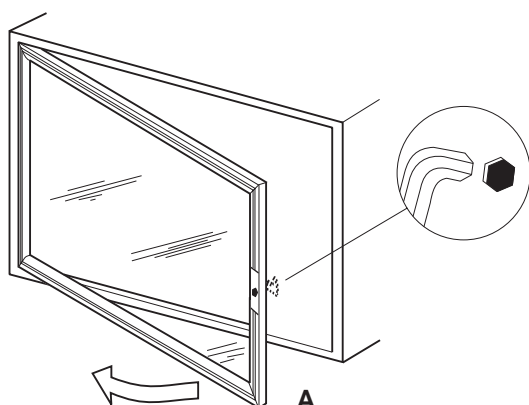

Fig. 7.2
7.2 PULIZIA DEL VETRO (FIG. 7.2)
- Non effettuare la pulizia durante il funzionamento del caminetto. (Fig. 7.2: A-apertura antina per pulizia vetro)
7.2 CLEANING THE GLASS (FIG. 7.2)
- Do not carry out cleaning when the fireplace is in operation (Fig. 7.2: A - door opening for glass cleaning)
7.2 REINIGUNG DES GLASES (ABB. 7.2)
- Keine Reinigung bei betriebem Kaminofen vornehmen. (Abb. 7.2: A Öffnen der Tür zur Glasreinigung)